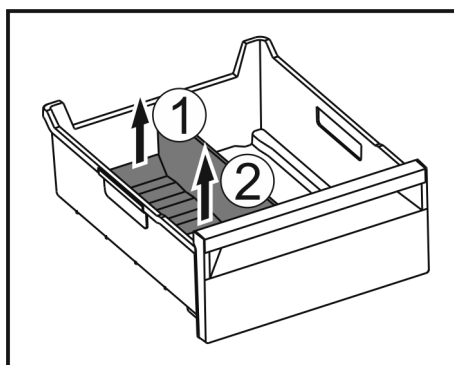

Fig. 78
- Løft den bageste del af frostrumsadskilleren. Fig. 78 (1)
- Tag frostrumsadskilleren op og ud. Fig. 78 (2)